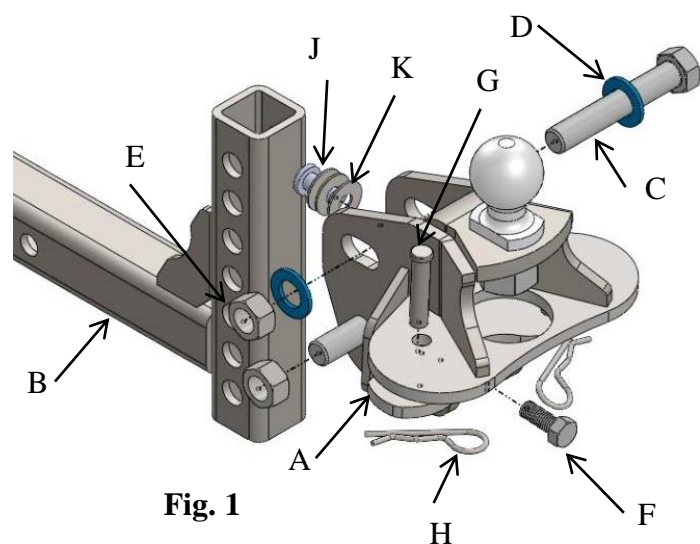

Fig. 1
- Insérer la barre de remorquage (B) dans le récepteur du véhicule dans l'orientation souhaitée, puis poser la cheville de verrouillage et l'agrafe.
- Pour commencer, poser deux (2) rondelles (K) sur la tige d'ajustement (J) et insérer celle-ci dans le trou supérieur du montage de boule (A), voir la Fig. 1 ci-dessus. Jusqu'à 6 rondelles (K) peuvent être utilisées.